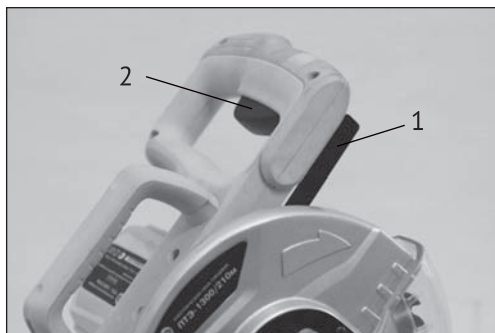

рис.2
- включение/выключение пилы осуществляется нажатием на рычаг блокировки подвижного защитного кожуха (рис.2 поз.1) и последующим нажатием на выключатель (рис.2 поз.2);